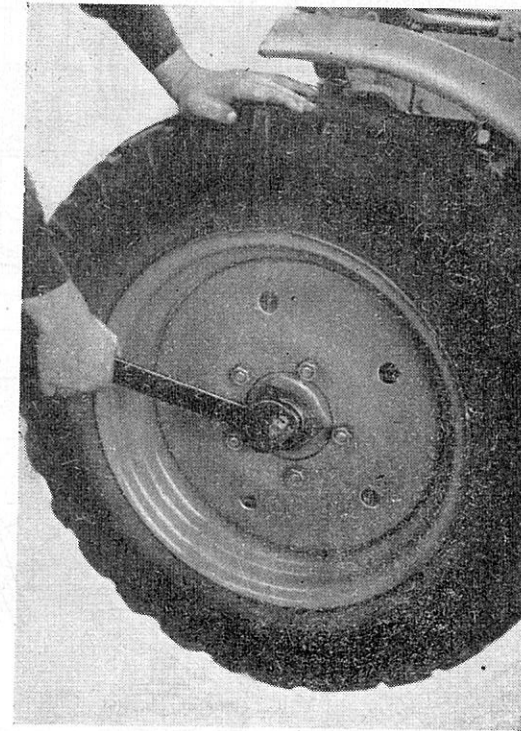

Fig. 48. Réglage des roulements des roues directrices
- 2) dégoupiller l'écrou à créneaux et, en tournant la roue, le resserrer de telle façon que la roue tourne avec difficulté. Desserrer ensuite l'écrou de $\frac{1}{12}$ à $\frac{1}{6}$ de tour jusqu'à amener un créneau de l'écrou en coïncidence avec le trou pour la goupille (fig. 48);